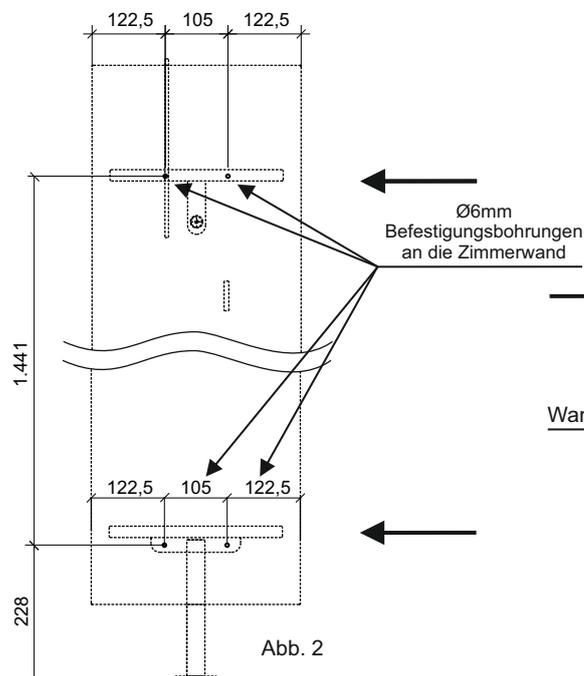

Abb. 2
- Bohren Sie entsprechend Abb. 2 $\text{\O}6\text{mm}$ Dübellöcher in die Zimmerwand.